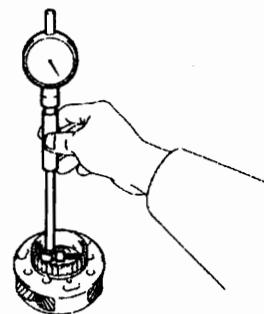

图 12-1-33
- ②如图 12-1-33 所示, 用百分表测量前行星齿轮衬套内径, 最大内径为 57.48mm。若内径大于最大值,